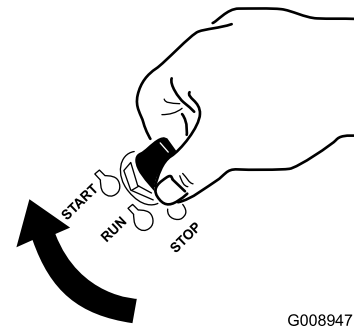

Bild 17
1. Drehen Sie den Zündschlüssel auf die Start-Stellung (Bild 17). Lassen Sie den Schlüssel los, sobald der Motor anspringt.
6. Drehen Sie den Zündschlüssel auf die Start-Stellung (Bild 17). Lassen Sie den Schlüssel los, sobald der Motor anspringt.